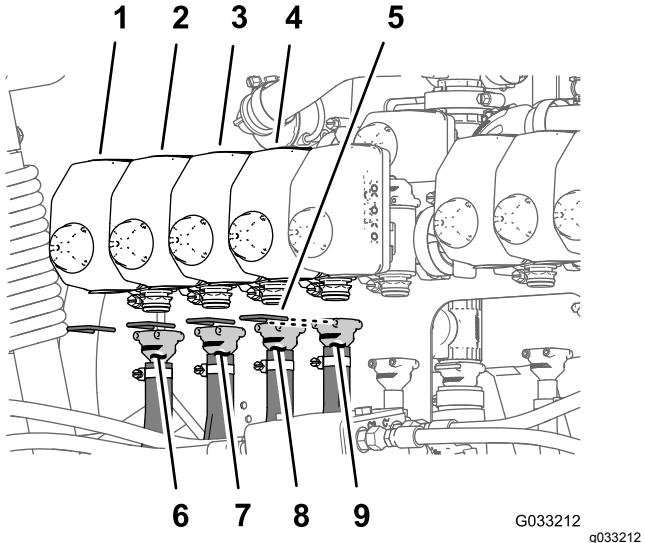
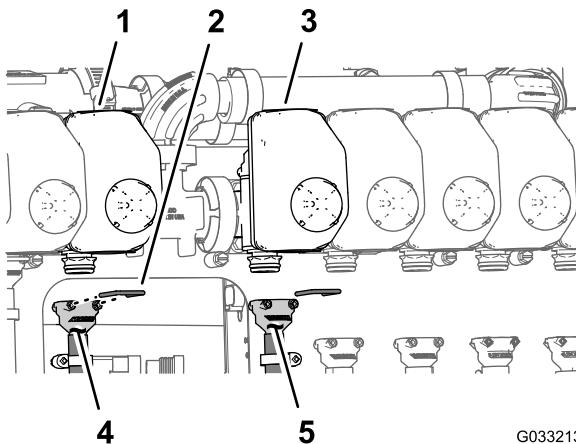

Figura 72
Figura 73
Nota: Fate riferimento a Figura 72 in Montaggio dei flessibili sulle valvole degli ugelli 1-4 \(pagina 38\), Figura 73 in Montaggio dei flessibili sulle valvole degli ugelli 5 e 6 \(pagina 38\) e Figura 74 in Montaggio dei flessibili sulle valvole degli ugelli 7-10 \(pagina 39\) per le posizioni delle valvole degli ugelli.
1. Montate il raccordo dentellato diritto di un flessibile di alimentazione di 279 cm (110 poll.) sull'accoppiatore della valvola dell'ugello 1 (Figura 72).
2. Fissate il raccordo dentellato all'accoppiatore con un fermo (Figura 72).
3. Montate il raccordo dentellato diritto di un flessibile di alimentazione di 234 cm sull'accoppiatore della valvola dell'ugello 2 (Figura 72).
4. Fissate il raccordo dentellato all'accoppiatore con un fermo (Figura 72).
5. Montate il raccordo dentellato diritto di un flessibile di alimentazione di 188 cm sull'accoppiatore della valvola dell'ugello 3 (Figura 72).
6. Fissate il raccordo dentellato all'accoppiatore con un fermo (Figura 72).
7. Montate il raccordo dentellato diritto di un flessibile di alimentazione di 188 cm sull'accoppiatore della valvola dell'ugello 4 (Figura 72).
8. Fissate il raccordo dentellato all'accoppiatore con un fermo (Figura 72).
1. Montate il raccordo dentellato diritto di un flessibile di alimentazione di 81 cm sull'accoppiatore della valvola dell'ugello 5 (Figura 73).
2. Fissate il raccordo dentellato all'accoppiatore con un fermo (Figura 73).
3. Montate il raccordo dentellato diritto di un flessibile di alimentazione di 81 cm sull'accoppiatore della valvola dell'ugello 6 (Figura 73).
4. Fissate il raccordo dentellato all'accoppiatore con un fermo (Figura 73).